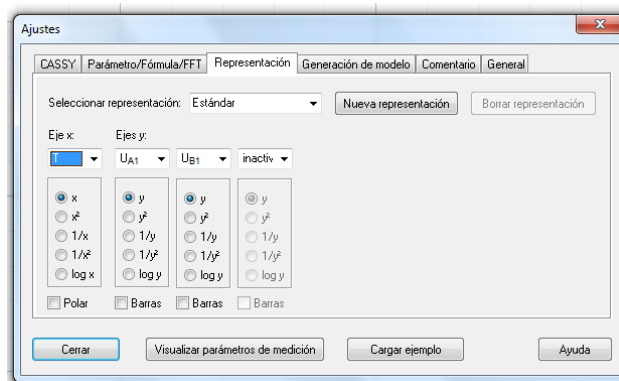

Figure 9. "Representación" of CASSY.
- **Third**, In the option "Representación" (figure 9). First, clic in "nueva representación" and chose "estándar". Then write: Eje x: select T; Eje y: select UB1; Select x and y.